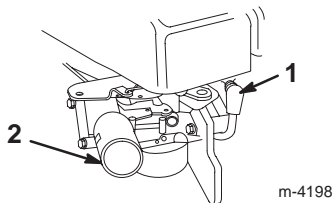

Bild 11
1. Stecken Sie den Zündkerzenstecker wieder auf die Zündkerze auf (Bild 11).
2. Drücken Sie die Starthilfe dreimal, wobei Sie zwischen jedem Drücken eine Sekunde verstreichen lassen sollten (Bild 11).